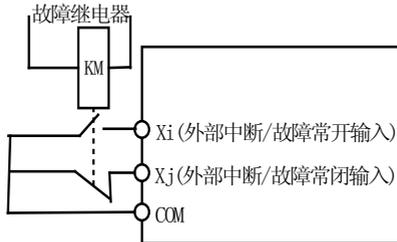

图 5-3-6 常开/常闭
类型。当外部故障信号解除以后，变频器需复位才能恢复运行。注意：外部故障未解除时变频器不可复位。EH0, EH1的定义，不受P3.00端子作用方式设定值影响，如图5-3-6所示
- ◆ EIO外部中断常开，EI1外部中断常闭：变频器在运行过程中，接到外部中断信号后，即0频运行。一旦外部中断信号解除，变频器又恢复运行，可参考EH0外部故障常开、EH1外部故障常闭等相关说明，如图5-3-6所示。